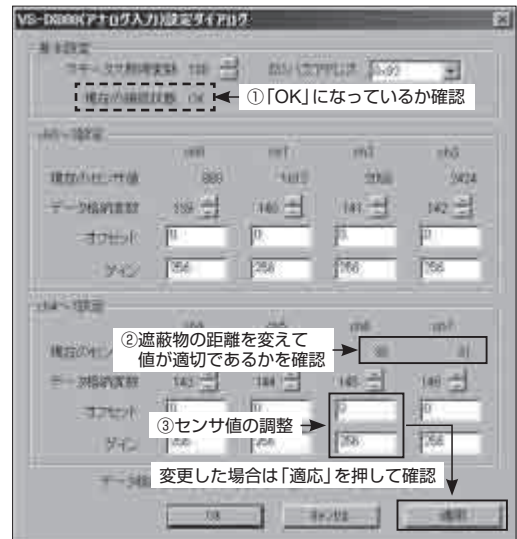

図2 VS-IX008の設定
RobovieMaker2でセンサが正しく接続されているかを確認しましょう。メニューの「プロジェクトの設定」-「CPUの設定」より「拡張機器」タブを選択し、「デバイスの種類」で「IX008」を選択し「変更」をクリックしてください。図2-①②に従ってセンサ値が正常に出力されているか確認しましょう。センサには個体差があるので、あまり差が激しい場合は、同じ距離にある障害物を計測し、誤差を修正しましょう。修正する場合、新しく追加したセンサ(CH6)の設定を変更します。「ゲイン」「オフセット」の項目で調節できます(図2-③)。変数への出力値は下記の計算式により求められます。